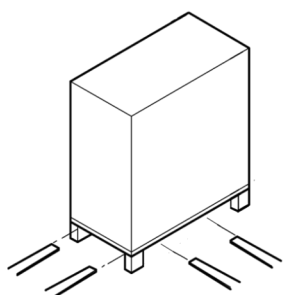
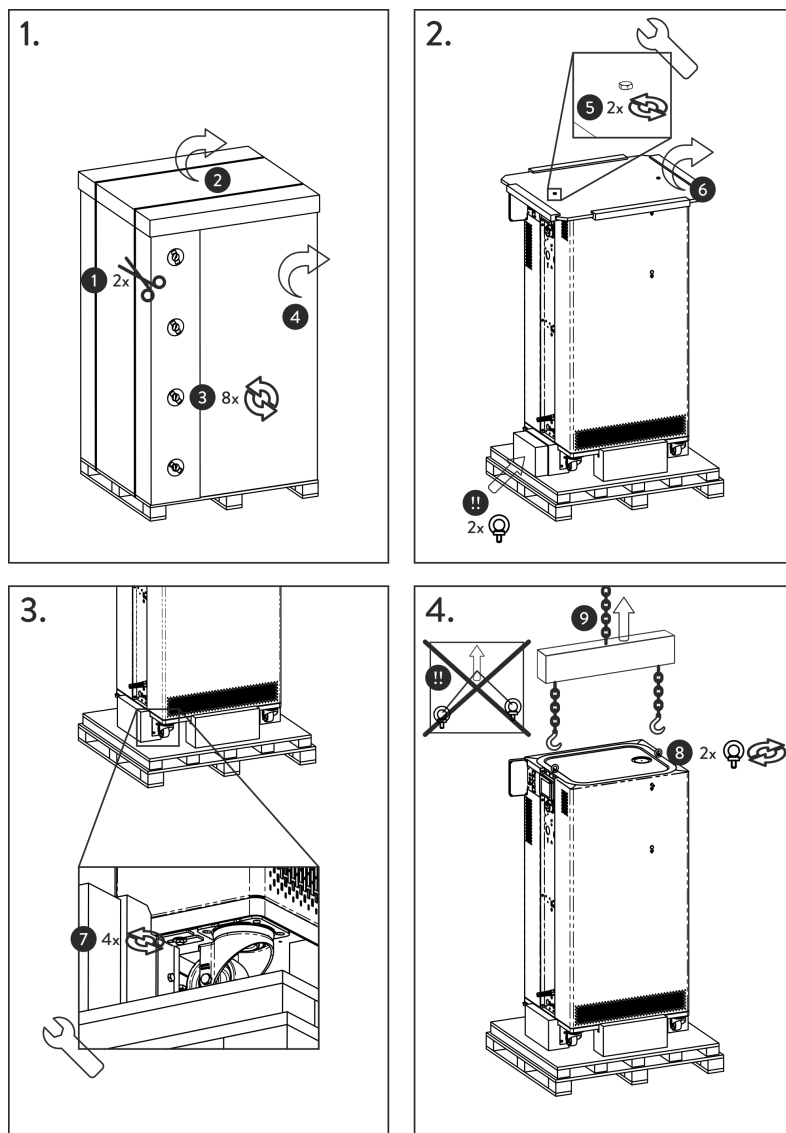

Fig. 1 : Transport avec le chariot élévateur
Fig. 2 : Graphique des instructions de déballage
1. **Figure 1** : Couper les sangles de cerclage ① et les retirer.
2. Soulever le couvercle de l'emballage en carton ② et le retirer.
3. Dévisser les fermetures à baïonnette ③ du carton. Pour cela, les tourner dans le sens antihoraire.
4. Retirer le carton ④.
5. **Figure 2** : Dévisser les vis ⑤ du couvercle en bois. Pour cela, les tourner dans le sens antihoraire. Retirer le couvercle en bois ⑥.
7. **Figure 2** : Retirer les anneaux de manutention de l'emballage.